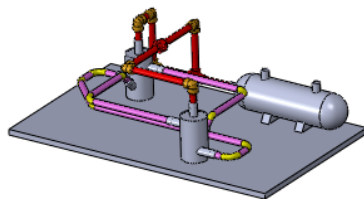

图 11.9.21 管道线路 4 的创建
Step8. 退出编辑状态。单击 **装配体** 工具条中的“编辑装配体”按钮 , 完成图 11.9.21 所示的管道线路 4 的创建。